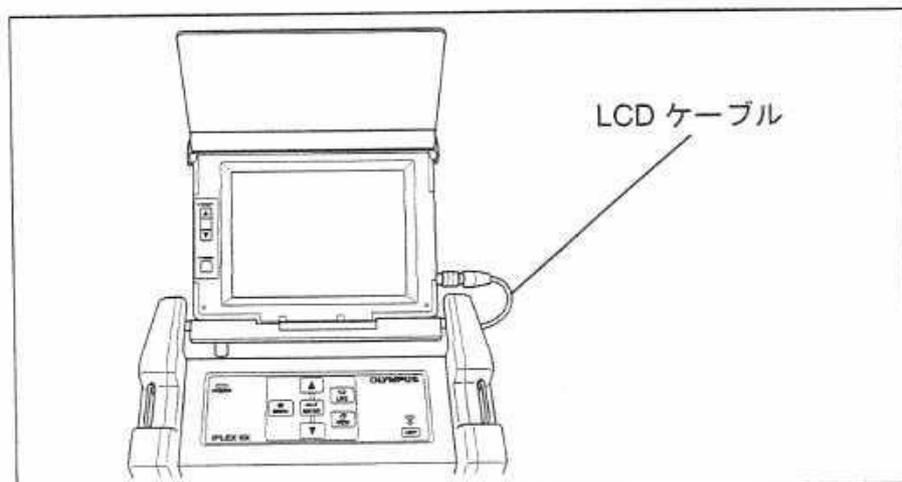

図 3.16
1. LCD ケーブルに切れなどの異常がなく、LCD コネクター部に確実に接続されていることを確認します (図 3.16 参照)。
2. LCD モニターが MX 本体に対してスムーズに回転し任意の位置で固定されることを確認します (図 3.16 参照)。
2. LCD 角度調節がスムーズに変化するか点検します (図 3.16 参照)。